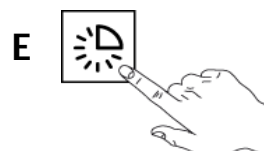

Fig.29
- 4- Premere il TASTO "E" avvio ciclo di lavaggio. La spia luminosa "F" si accende. (Fig.29)